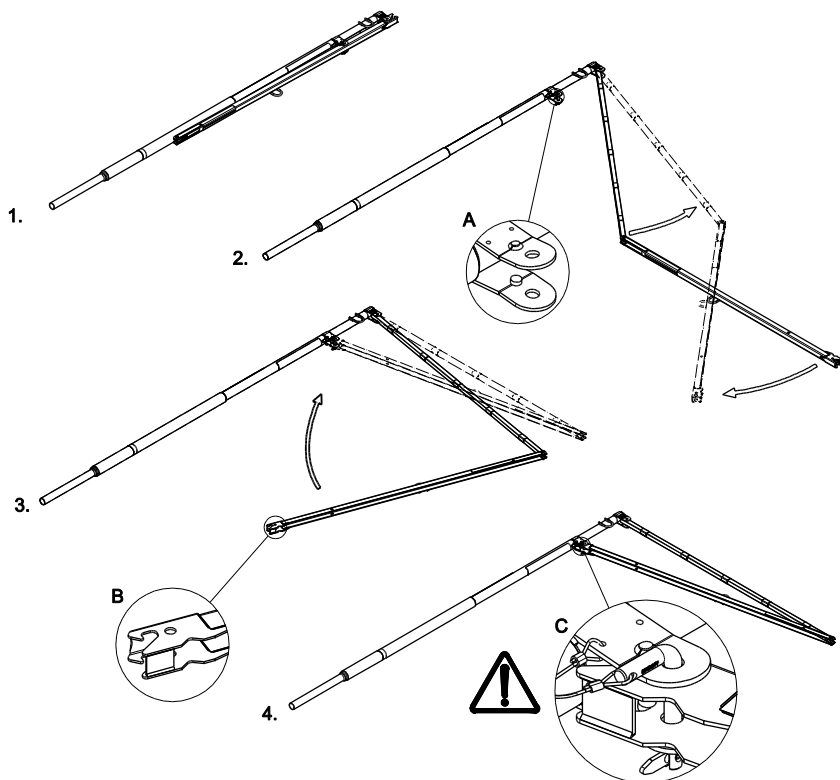

Bild 28. Monteringsprocess av SkyReach Förankringsenhet på marken.
10.1 Montera SkyReach Förankringsenhet från ihopfälld till utfälld position i fyra enkla steg, se Bild 28: